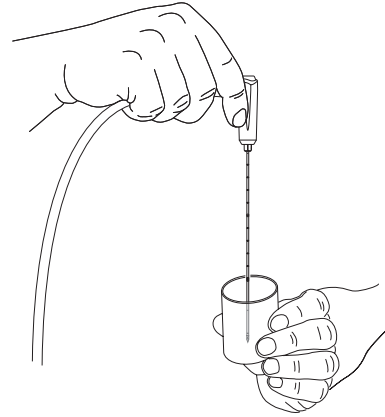

Figura 4-8: Punta de la sonda colocada en el frasco de agua estéril
2. Coloque la punta de la sonda en un contenedor limpio con agua estéril. Véase la Figura 4-8.